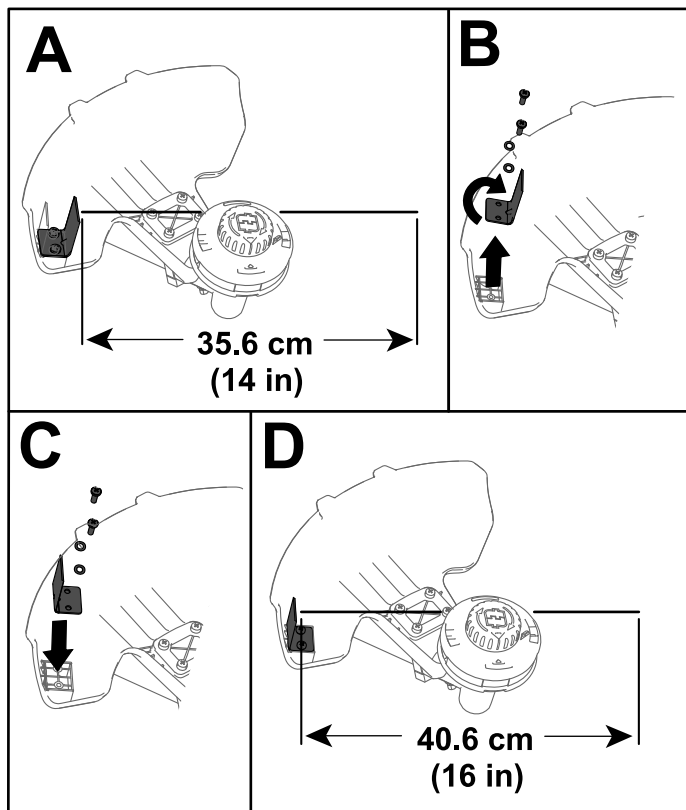

Figura 10
La desbrozadora viene de fábrica con una anchura de corte de 36.6 cm (14"), como se muestra en la Figura 10, A. Consulte las siguientes instrucciones para ajustar la anchura de corte a 40.6 cm (16"), como se muestra en la Figura 10, D.
1. Retire la pletina de anchura de corte de la parte inferior del protector retirando los 2 tornillos que la sujetan con la llave allen suministrada (Figura 10, B) y gire la pletina de anchura de corte 180°.
2. Instale la pletina de anchura de corte girada en el protector usando los 2 tornillos que retiró anteriormente (Figura 10, C).